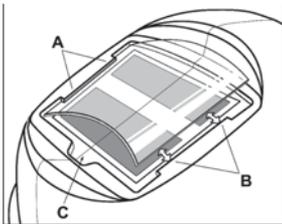

Figure 1
Changement de la Lentille de Protection Frontale: changer la lentille de protection frontale si elle est endommagée - fissurée, salie ou piquée. Placer le doigt ou le pouce dans le retrait (C) sur le bord inférieur de la lentille de protection et courber la lentille vers le haut jusqu'à ce qu'elle sorte des bords marqués A et B. (Voir la Figure 1).